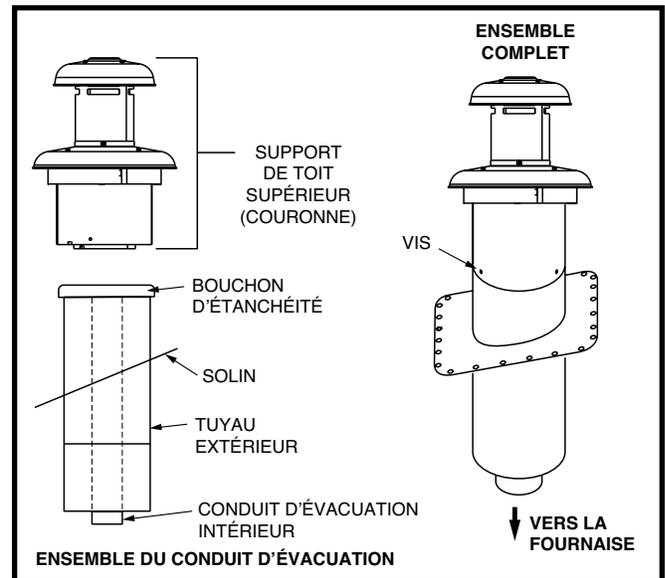

Figure 24. Couronne de support de toit
1. Le bouchon d'étanchéité de transit doit être retiré et une couronne supérieure de support de toit doit être installée. **Ne jetez pas les vis.** Voyez la Figure 24.